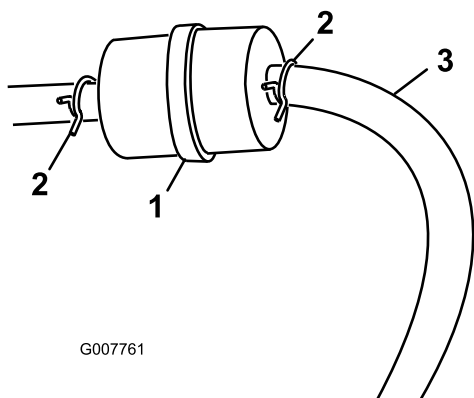

Рисунок 26
3. Сожмите концы шланговых хомутов и сдвиньте их с фильтра (Рисунок 26).
5. Установите новый фильтр и передвиньте шланговые хомуты ближе к фильтру (Рисунок 26).
3. Ослабьте шланговый хомут на топливном фильтре и отодвиньте его по топливному трубопроводу от фильтра (Рисунок 26).
4. Отсоедините топливный трубопровод от топливного фильтра (Рисунок 26).
Примечание: Слейте бензин в канистру для топлива или сливной поддон (Рисунок 26).
5. Установите топливный трубопровод на топливный фильтр. Передвиньте шланговый хомут к топливному фильтру, чтобы закрепить топливный трубопровод (Рисунок 26).